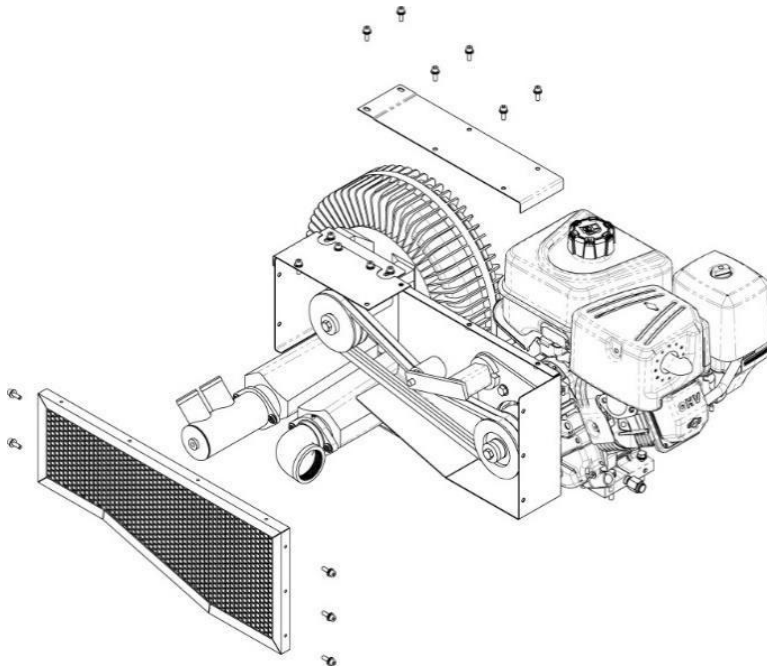

Fig. 7 - Retirada de los protectores de las correas
3. Aplique una presión firme con los dedos (aprox. 1 kg) en el centro de la parte inferior de cada correa. Cada una debe desviarse unos 15 mm y las desviaciones de ambas correas deben ser iguales. Véase la fig. 7.